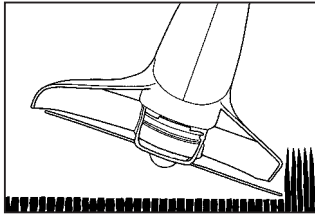

Fig. 4-2B
2. **CLOSER TRIMMING** (Fig. 4-2B) . Position trimmer straight ahead with a slight tilt so bottom of stringhead is above ground level and string contact occurs at proper cutting point. Always cut away from operator. Do not pull trimmer in toward operator.
2. **POUR TONDRE DE PLUS PRÈS** (Fig. 4-2B) . Tenir le coupe-herbe droit devant soi et l'incliner légèrement de manière que le fil de coupe se trouve à l'angle voulu sans que le dessous de la tête de coupe ne touche le sol. Toujours tondre loin de soi, ne jamais amener le coupe-herbe à soi.
2. **CORTE MAS CERCANO** (Fig. 4-2B) . Posicione el cabezal un poco inclinado, siempre corte alejado de personas y del operador.